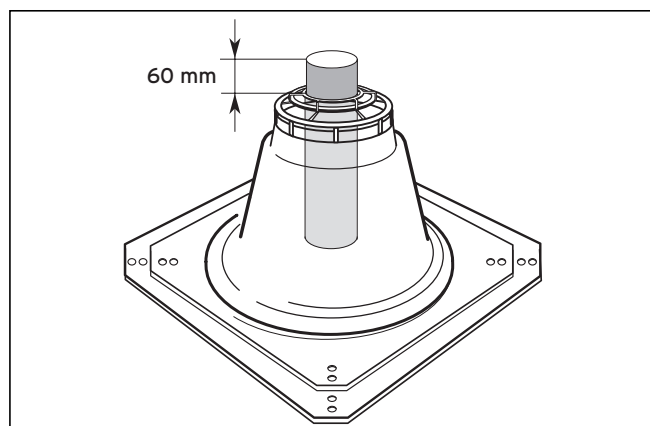

Fig. 4.58 Longueur de la conduite supérieure d'évacuation des fumées
- Contrôle : Un dépassement de 60 mm du chapeau de cheminée (2) est obligatoire (cf. fig. 4.58).
- Bloquez la calotte du chapeau de cheminée (1) sur l'extrémité supérieure de la conduite d'évacuation des fumées. (la calotte ne s'enclenche pas dans la base)